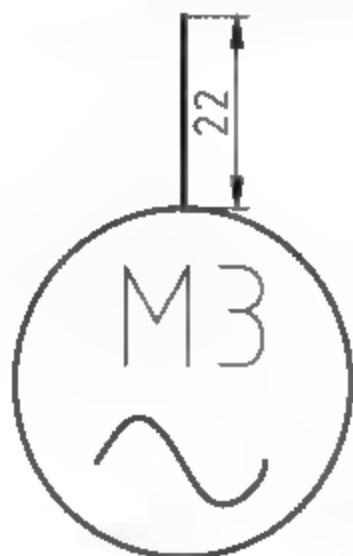

图6-101 绘制直线
(3) 调用L【直线】命令，结合【象限点捕捉】功能，绘制直线，如图6-101所示。